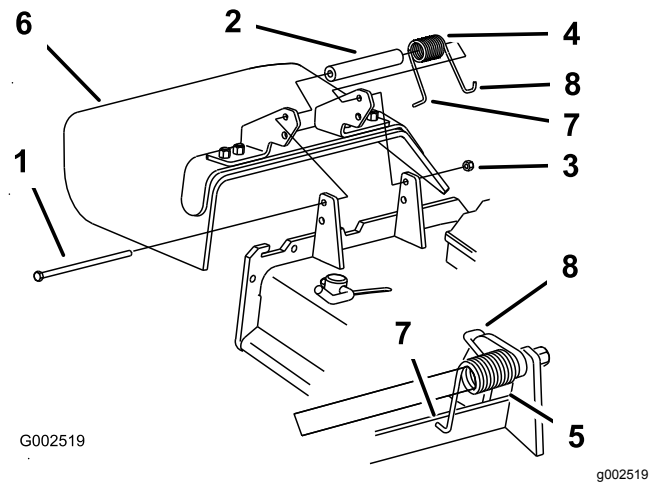

Figure 102
1. Retirez le contre-écrou, le boulon, le ressort et l'entretoise qui fixent le déflecteur aux supports de pivot (Figure 102).
Remarque: Prenez soin de placer l'extrémité en **L** du ressort derrière le bord du tablier avant de mettre le boulon en place, comme montré à la Figure 102.
5. Placez l'extrémité en **J** du ressort autour du déflecteur d'herbe (Figure 102).